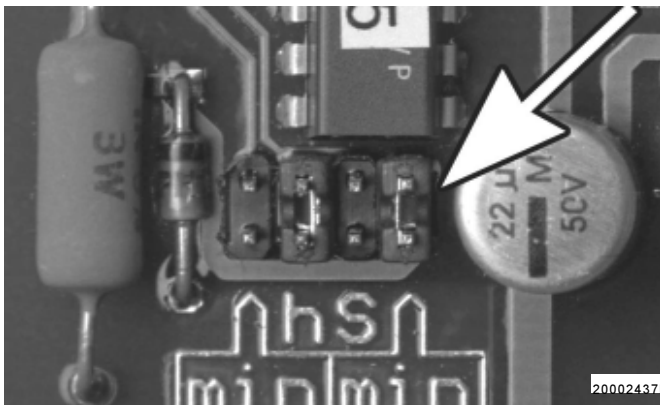

Abb. 28 - Vorwahl des Zeitbereich
Hinweis : Bei Schalterstellung 0 erfolgt eine Störungsmeldung an der rechten Leuchtdiode 3 Abb. 28. Gleichzeitig wird automatisch die werkseitig eingestellte Arbeitszeit angenommen.
- Die Zeitbereiche können durch Umstecken des Jumpers (Abb. 28) an der Steuerplatine verändert werden.